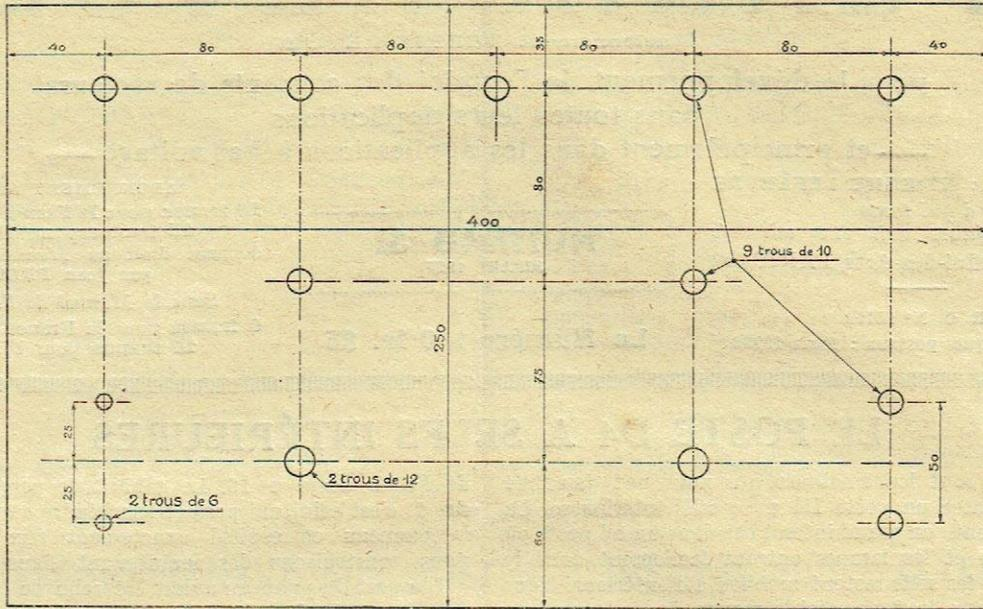

Fig. 2. — Gabarit de perçage.
de *Ferrix Revue* n° 16. Le gabarit de perçage est donné fig. 2, c'est celui qui permet le moindre encombrement et le panneau correspond exactement aux coffrets que nous construisons dès maintenant dans ce but (1).